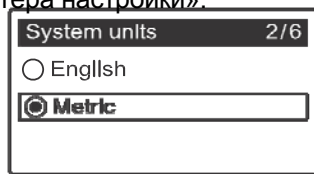

РИС. 9
3. **СИСТЕМНЫЕ МОДУЛИ.** Если желаемая система уже отмечена черной точкой напротив него (См. Рисунок 9), перейти к Шагу 4. В противном случае, нажать кнопки ВНИЗ (▼) или ВВЕРХ (▲), чтобы прокрутить до желаемой системы, затем нажать кнопку ВЫБРАТЬ (O) чтобы подтвердить её.
4. Нажать кнопку ВЫБРАТЬ (O).